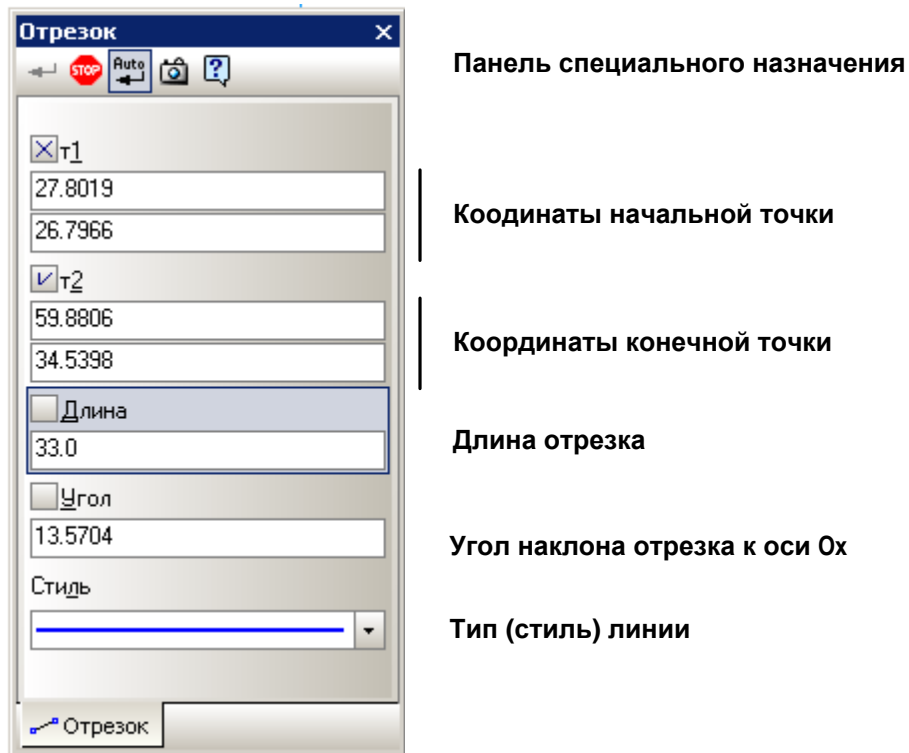

Рис. 2.7. Расшифровка обозначений **Панели свойств** инструмента **Отрезок**.
- 1.8. Зацепите мышью маркер перемещения **Панели свойств** и перетащите ее в рабочую область. На рис. 2.7 дано описание полей **Панели свойств** команды **Отрезок**.